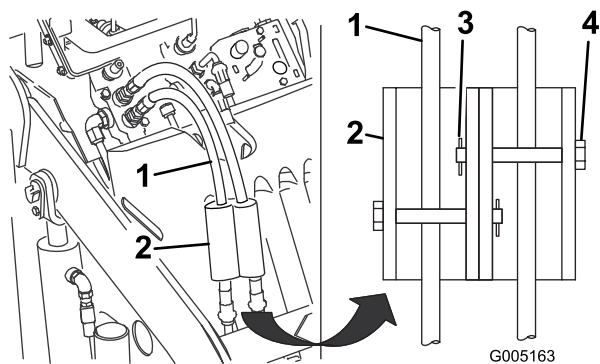

Figure 12
7. Montez les dispositifs de verrouillage sur les flexibles hydrauliques, et fixez-les en position à l'aide des axes de chape et des goupilles fendues (Figure 12).